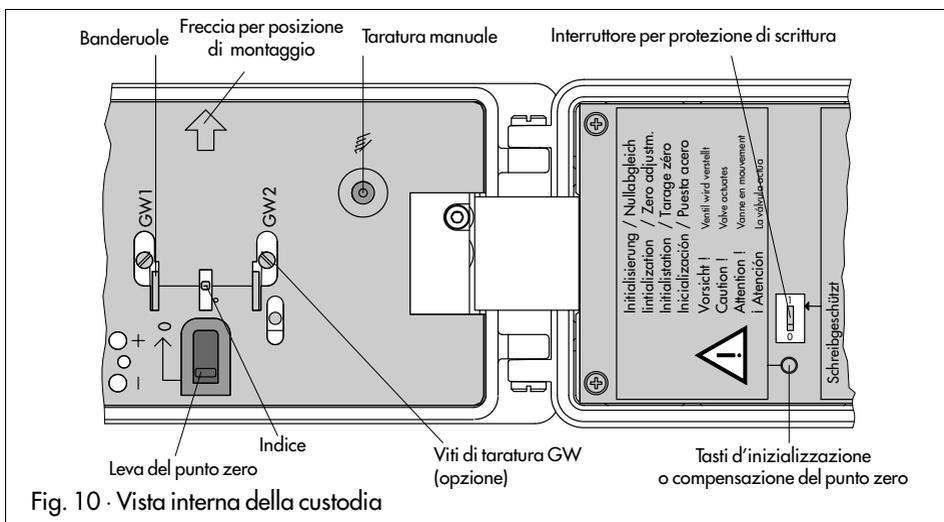

Fig. 10 · Vista interna della custodia
Prima della messa in funzione bisogna portare la valvola nella sua posizione di fine corsa coprendo il foro (comando manuale) sulla piastra del coperchietto (Fig. 10), controllando intanto il perfetto funzionamento della meccanica della leva.
4.2.1 Taratura del punto zero metallico (Fig. 10)
Se durante il funzionamento di una valvola il punto zero meccanico si è spostato, si può effettuare una compensazione elettrica, premendo il pulsante "Inizializzazione/Taratura dello zero" sul lato interno del coperchio (Fig. 10).
I finecorsa sono contrassegnati sul lato interno del coperchio della custodia con le sigle GW1 e GW2. Nelle feritoie sottostanti sono visibili le banderuole gialle e le corrispondenti viti di taratura (Fig. 10).